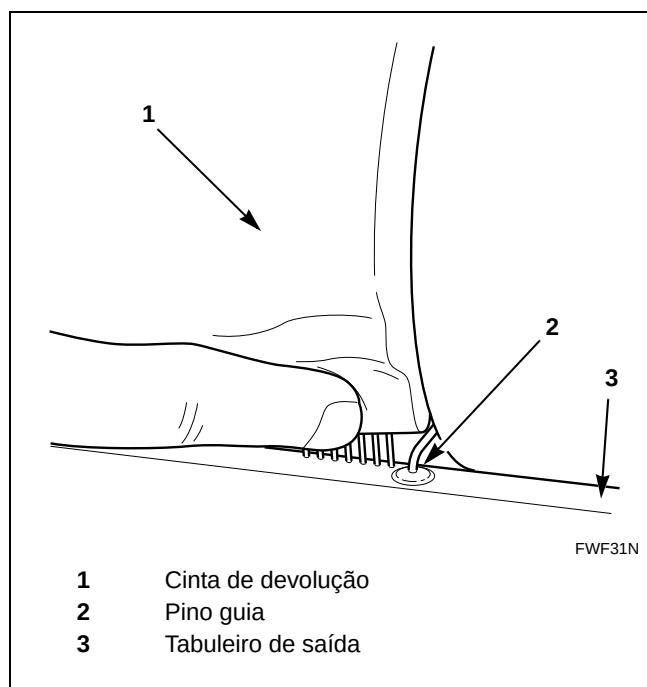

Figura 36
13. Verifique se a nova cinta de devolução está colocada entre os pinos guia do tabuleiro de saída da parte frontal da máquina. Consulte a *Figura 36*.